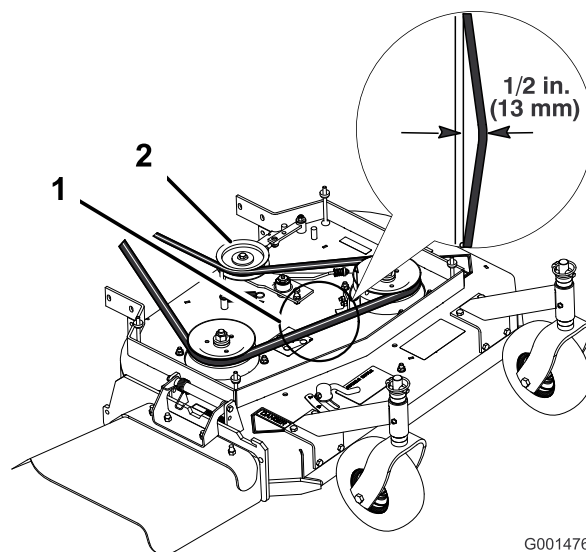
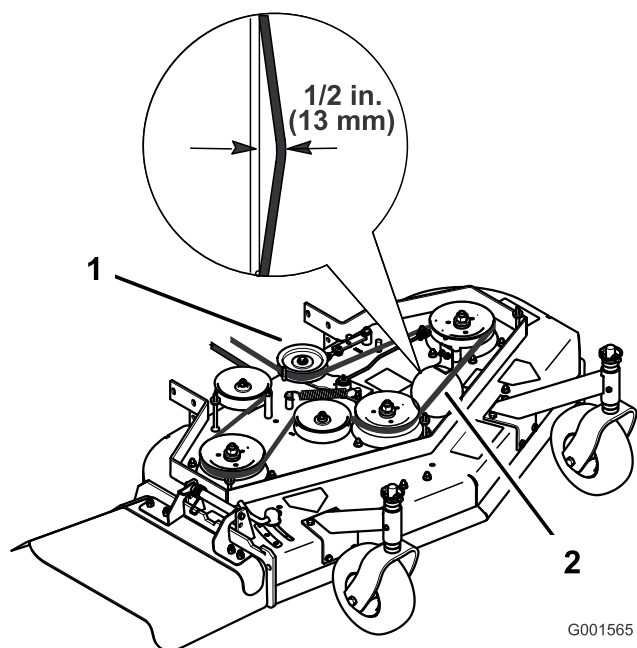

Figura 52
Figura 53
Nota: La tensión correcta de la correa del cortacésped es de 44-67 N (10-15 lbf) con la correa desviada 13 mm (1/2 pulg.) en el punto intermedio entre las poleas (Figura 52 o Figura 53).
3. Afloje la contratuerca del tensor (Figura 52).
4. Gire el tensor hacia la parte trasera del cortacésped para aumentar la tensión de la correa. Gire el tensor hacia la parte delantera del cortacésped para reducir la tensión de la correa (Figura 52).
Nota: La tensión correcta de la correa del cortacésped es de 44-67 N (10-15 lbf.) con la correa desviada 13 mm (1/2 pulg.) en el punto intermedio entre las poleas (Figura 52).
desviada 13 mm (1/2 pulg.) en el punto intermedio entre las poleas (Figura 53).